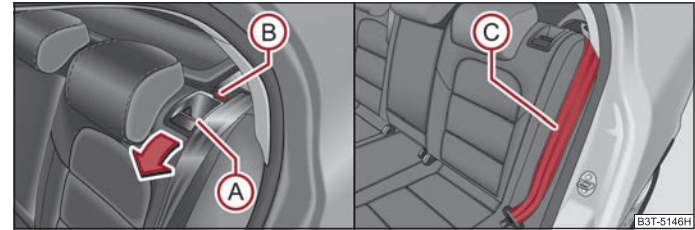

Abb. 73 Sitzlehne entriegeln / Sitzlehne verriegeln
- Durch Drücken des Entriegelungsgriffs (A) ⇒ Abb. 73 entriegeln Sie die Sitzlehne und klappen diese nach vorn.
- Legen Sie den hinteren seitlichen Sicherheitsgurt (C) ⇒ Abb. 73 hinter die Kante der Seitenverkleidung.
- Vergewissern Sie sich, dass der rote Stift (B) ⇒ Abb. 73 verdeckt ist.